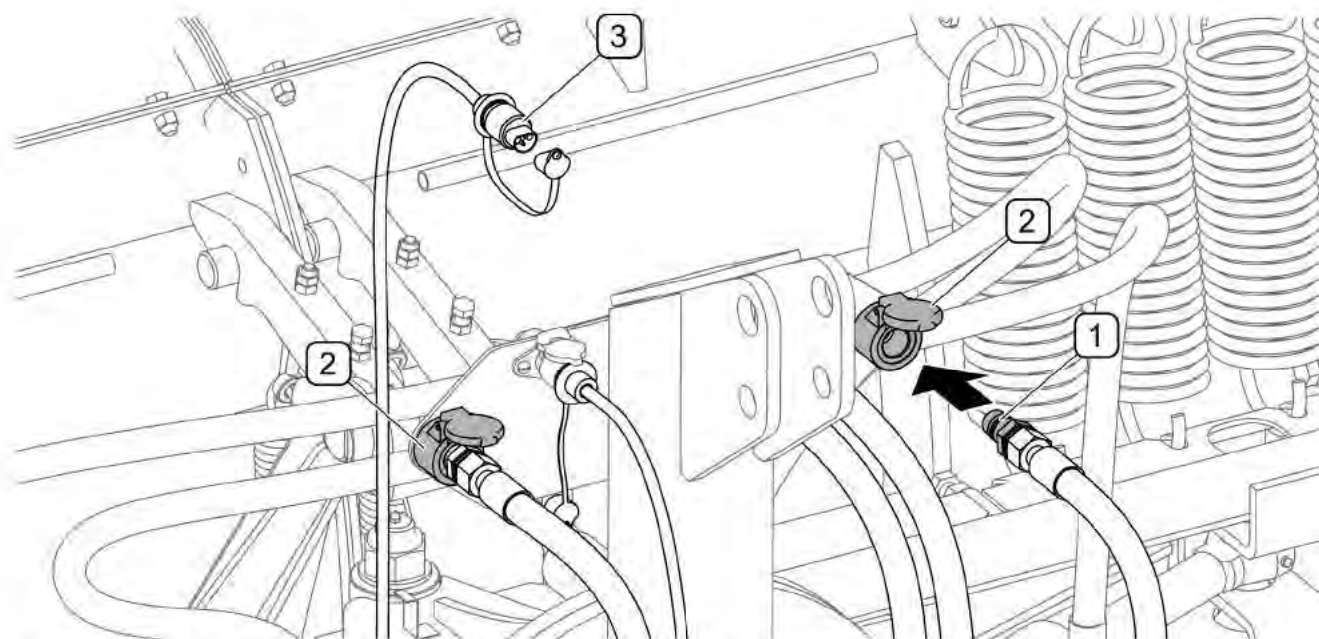

РИСУНОК 4.14 Предохранение штекеров гидро - и электропроводов
- штекеры (1) быстроразъемных гидравлических соединений предохранить от загрязнения, помещая их в гнезда (2), разъем (3) электропровода питания боковой габаритной сигнализации закрыть затычкой (РИСУНОК 4.14),